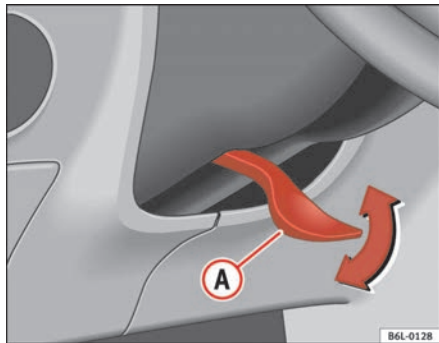

Abb. 93 Lenkradposition einstellen
- Schwenken Sie den Hebel ⇒ Abb. 93 unter der Lenksäule nach unten ⇒ ⚠.